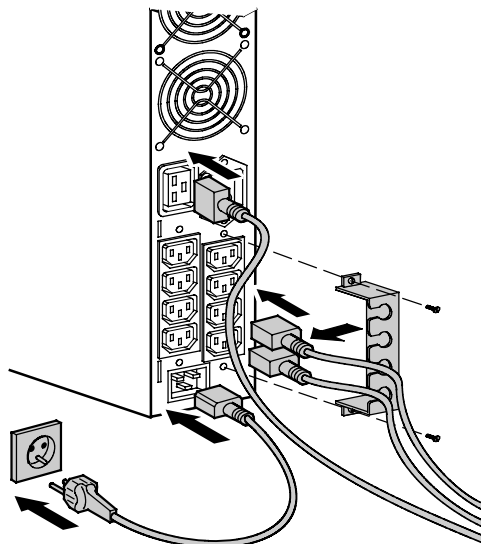

Рисунок 10. Установка шнуров питания и оборудования (только для высоковольтных)
5. Подключите защищаемое оборудование к соответствующим выходным разъемам ИБП (см. страницу 25, где указаны более подробные сведения о сегментах нагрузки). См. Рисунок 10.
6. **Только для высоковольтных моделей.** Установите скобу фиксации шнуров, чтобы закрепить шнуры и ослабить их натяжение (см. Рисунок 10).